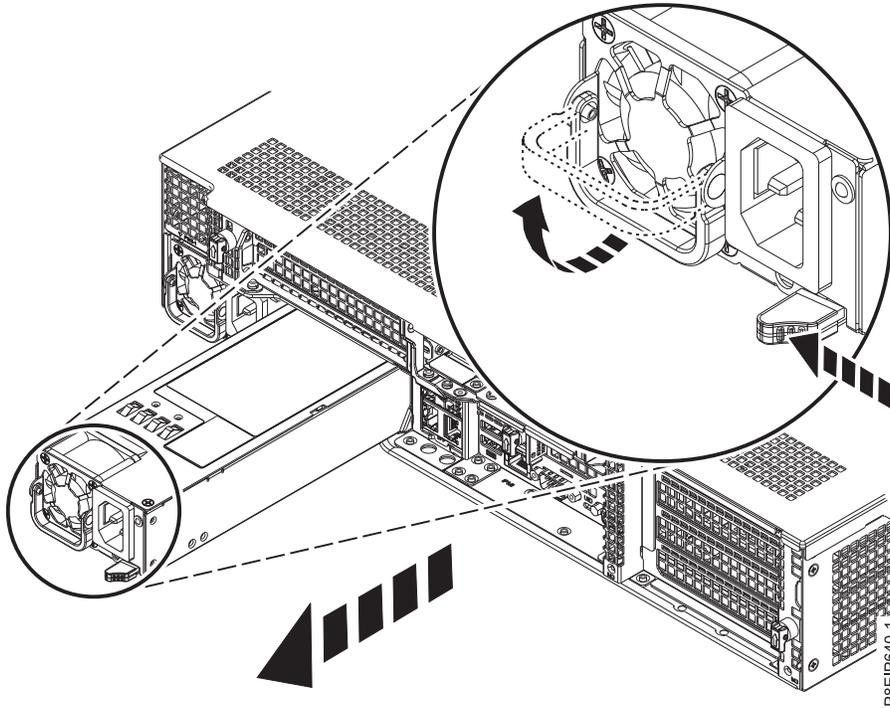

Figura 93. Extracción de una fuente de alimentación del sistema
- a. Para desenganchar la fuente de alimentación de su posición en el sistema, presione la pestaña de sujeción hacia la izquierda, como se muestra en la Figura 93 en la página 92.